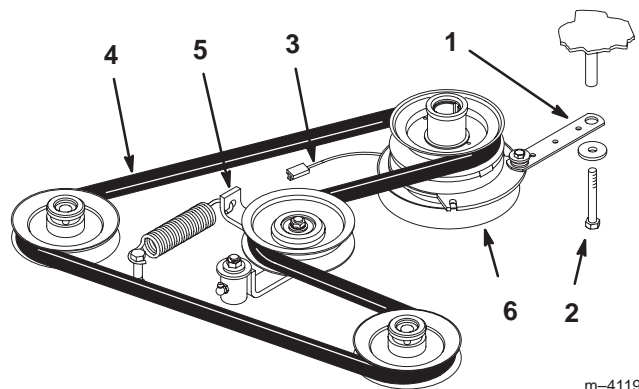

Figure 59
2. Retirez le boulon de la barrette de l'embrayage et débranchez le fil de l'embrayage électrique (Fig. 59).
3. Écartez la poulie rappelée par ressort. Déposez la courroie de transmission des poulies du moteur et de la pompe hydraulique (Fig. 59).
4. Installez la courroie neuve sur les poulies du moteur et de la pompe hydraulique (Fig. 59).
5. Écartez la poulie rappelée par ressort, alignez la courroie, puis relâchez-la (Fig. 59).